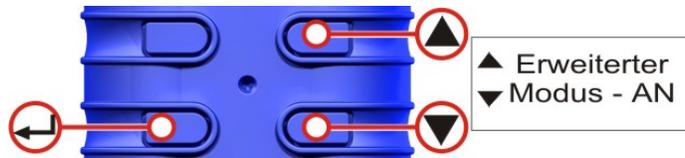

Abbildung 20 Erweiterter Modus
F. ERWEITERTER MODUS (Abb. 20)